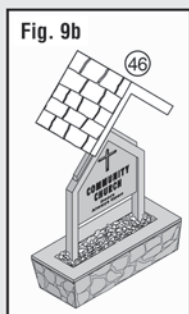

Fig. 9b
- Attach Planter Roof (46) (Fig. 9b).